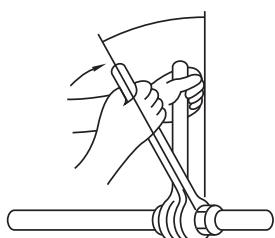

Fig. 4-8
- Aplique una capa fina de aceite refrigerante en la superficie de asiento de la tubería. (Fig. 4-8)